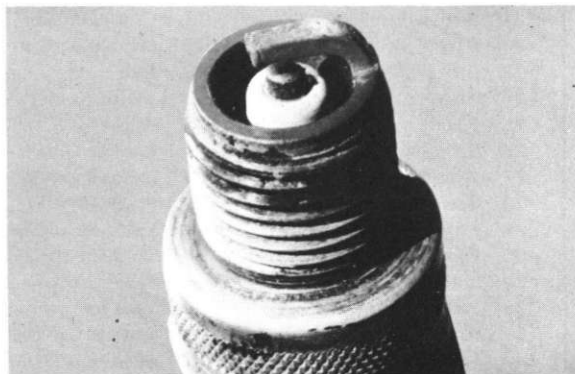

Fig. 5-7
1. Best — When the porcelain around the center electrode is a light tan color. (Fig. 5-7)
1. Aspect idéal ... La porcelaine présente une couleur brun chocolat autour de l'électrode centrale. (Fig. 5-7)
1. Bestzustand ... Wenn der Kerzenstein um die Mittelelektrode herum eine hellbraune Farbe hat. (Bild 5-7)